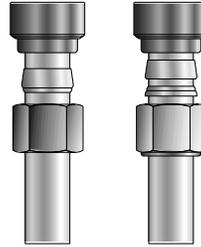

Рисунок 1
1. Наденьте гайку CPI™/A-LOK®, уплотнительное кольцо (уплотнительные кольца) CPI™/A-LOK® и плашку для корпуса на трубу, как это показано на рис. 1. Убедитесь в том, что конический конец (конические концы) уплотнительного кольца (уплотнительных колец) расположен по направлению к плашке корпуса.
3. Вставьте сборную трубу (рис. 1) в кольцо, поддерживающее гайку.